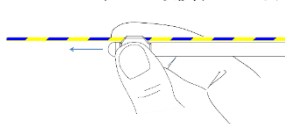

図1
- ・本品とガイドワイヤが平行となるように持ちながら、内視鏡に挿入すること(図1参照)。